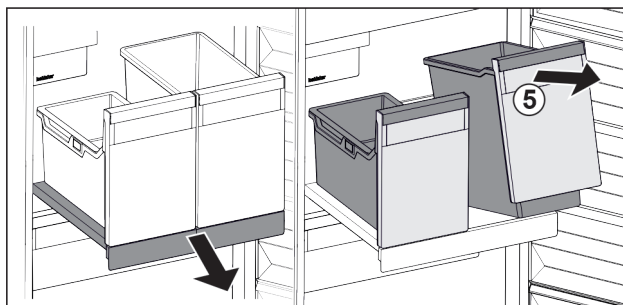

Fig. 117
- Behälter Fig. 117 (5) vorne anheben.